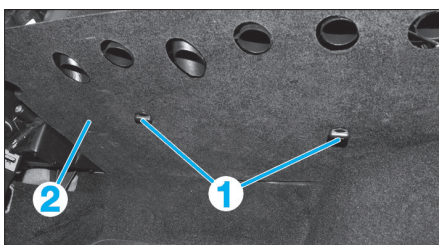

Fig. 1
- Déposer les agrafes (1) et retirer l'insonorisant (2) sous la planche de bord (Fig.1).